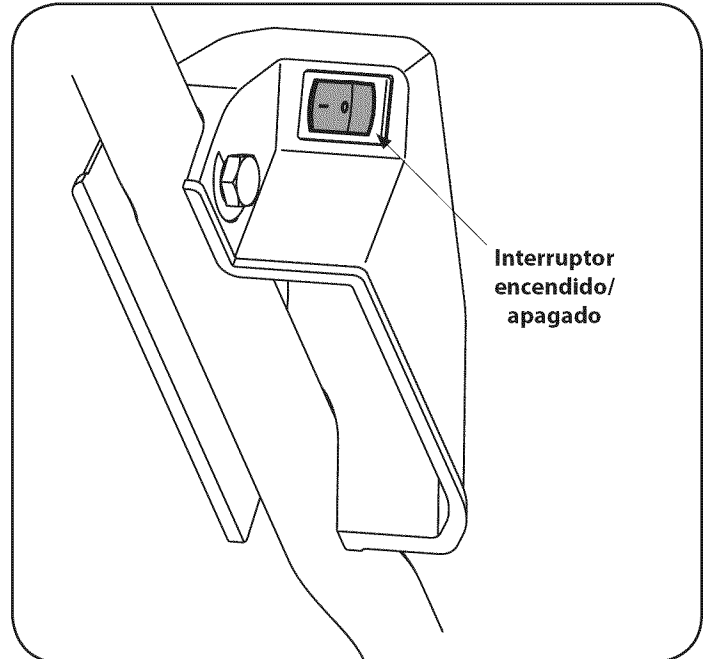

Figura 9
1. Oprima y mantenga apretado el interruptor de encendido/apagado hasta que se detenga el motor de la cortadora. Vea la Figura 9.